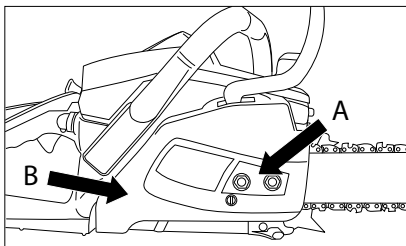

Рис. 5
3. Відкрутіть обидві гайки (А), що кріплять шину і захисну кришку. Зніміть захисну кришку разом зі щитком гальма ланцюга (В) (рис. 5).